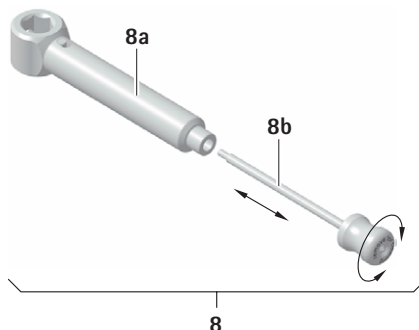

Рис. 2
- ▶ Ввинтите стержень для очистки 8b в контропору 8a, см. Рис. 2.